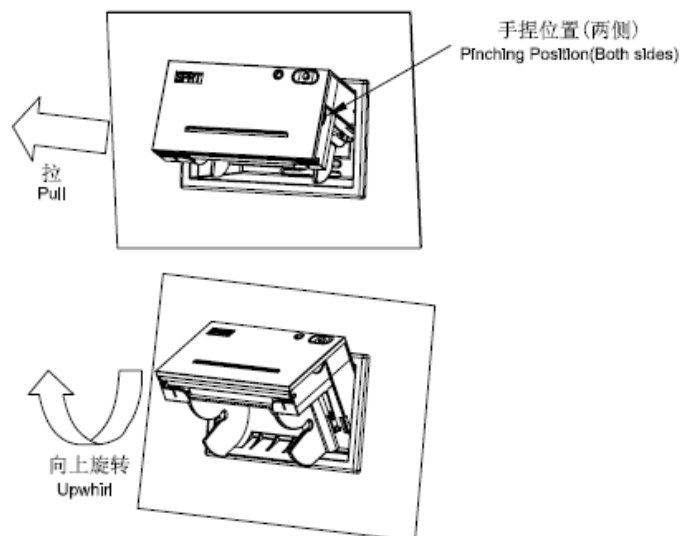

图 2-12
(2) 打印机内壳弹开后，用手捏住两侧向外拉，拉到头后按照图 2-12 所示方向，向上旋转的同时整体向下压，直至卡紧。